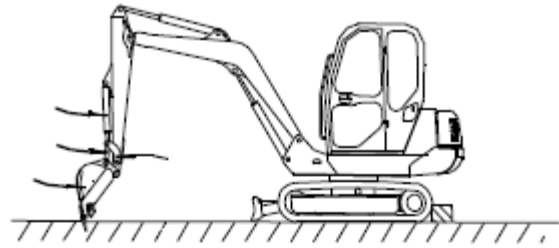

Fig. 1
- 1) Сначала снимите ковш, цилиндр ковша, шатун, коромысло или другие принадлежности (как показано стрелкой на рис. 1).;